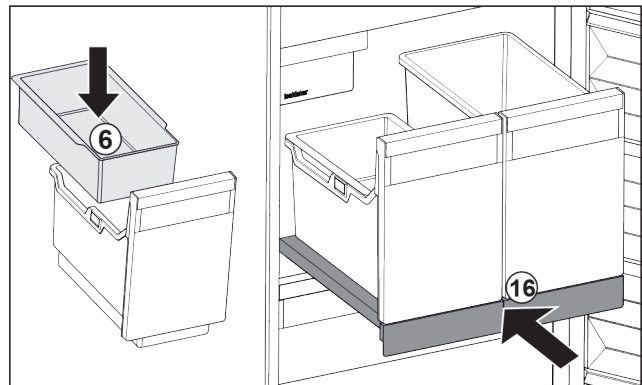

Fig. 87
- ▶ Inserire la vaschetta da agganciare Fig. 87 (6) per i cubetti di ghiaccio.
- ▶ Inserire il ripiano estraibile con il contenitore (IceTower). Fig. 87 (16)